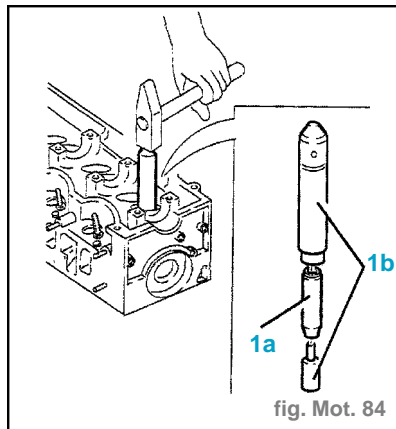

fig. Mot. 84
- Monter le guide de soupape (1a) avec l'outil (1b) **1.821.254.000**. (fig. Mot. 84)